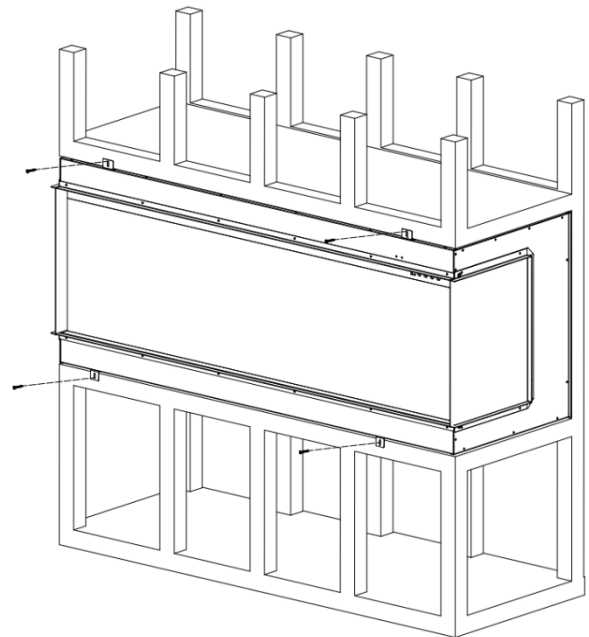

Fig.3-3
14. Sæt pejsen ind i vægåbningen. Skru monteringskruerne ind i beslagene og vægstolperne. Sæt stikket i, og kontrollér, om pejsen fungerer korrekt. Fig. 3-3